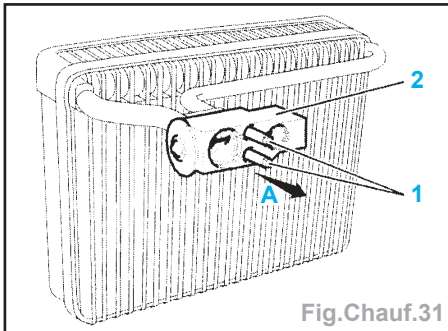

Fig.Chauf.31
- les fixations (1) (Fig.Chauf.31),
- le détendeur (2), en le tirant suivant A.